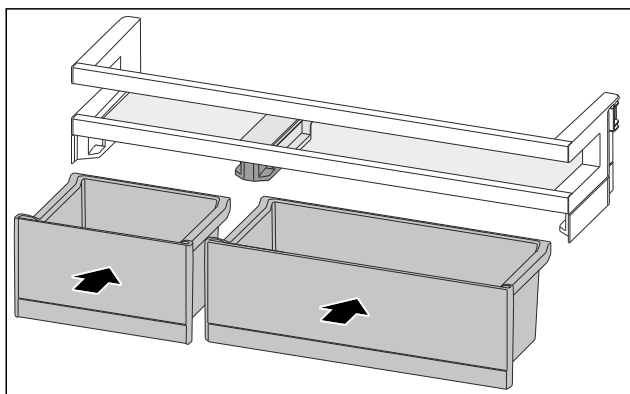

Fig. 86
- ▶ Introduceți VarioBox-urile dispuse invers. (vezi Fig. 86)